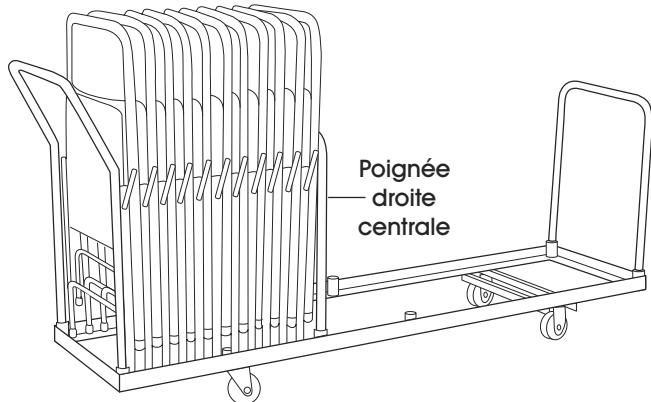

Figure 3
- S'il y a moins de 14 chaises à empiler, commencez par le côté gauche du socle roulant. (Voir Figure 3)